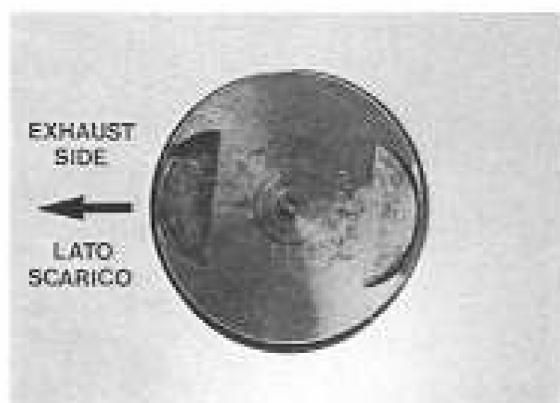

Fig. 66
- Utilizzando l'attrezzo speciale già usato per lo smontaggio, inserire gli spinotti nei pistoni. La freccia esistente sul cileo dei pistoni deve essere rivolta verso la valvola di scarico (ovvero verso il lato anteriore del motociclo) (Fig. 66). Lubrificare abbondantemente le boccole dei piedi di biella e gli spinotti prima di procedere al rimontaggio dei pistoni.
- Install the gudgeon pins into the pistons using the special tool used for removal. The arrow on the piston crown should be pointing towards the exhaust valve (i.e. front side of motorcycle) (Fig. 66). Liberally lubricate the small-end bushes and the gudgeon pins before installation.